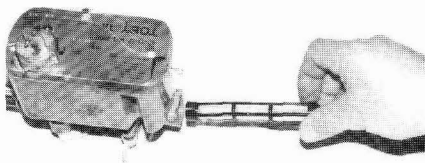

Bild 46
- Filter herausziehen (Bild 46).